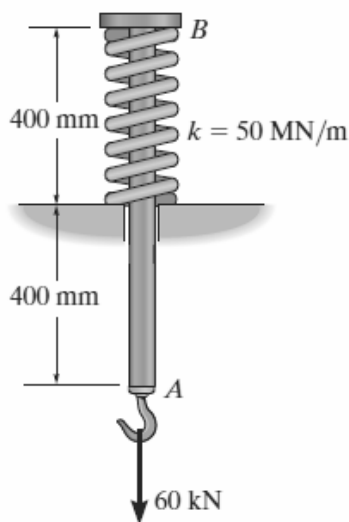

Figura 2.18
2.3.2 A barra AB da Figura 2.18 com um diâmetro 20mm, está sujeita a uma força vertical e é feita de um aço com $E=210\text{GPa}$. Determine o deslocamento do ponto A. R: $d_A=1,927 \text{ mm}$